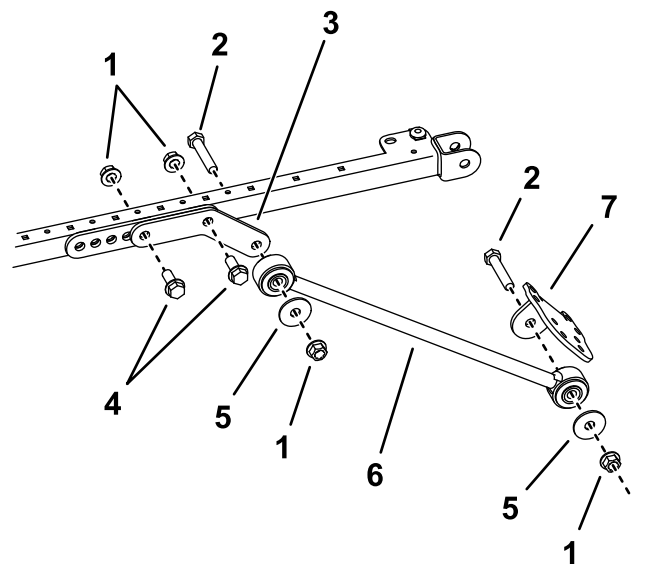

Figura 40
9. Su ciascun lato del telaio del parasole montate, senza serrare, una biella sul foro posteriore e centrale della staffa di montaggio con 2 bulloni ($\frac{1}{2}$ " x $1\frac{1}{2}$ ") e 2 dadi flangiati ($\frac{1}{2}$ "), come illustrato nella Figura 40.
10. Collegate un supporto di ancoraggio sul lato esterno di ciascuna biella con un bullone ($\frac{1}{2}$ " x $2\frac{1}{2}$ "), una rondella ($\frac{1}{2}$ ") e un dado flangiato ($\frac{1}{2}$ "), come illustrato nella Figura 40.
11. Montate, senza serrarla, una staffa di ancoraggio su ciascun supporto di ancoraggio con un bullone ($\frac{1}{2}$ " x $2\frac{1}{2}$ "), una rondella ($\frac{1}{2}$ ") e un dado flangiato ($\frac{1}{2}$ "), come illustrato nella Figura 40.